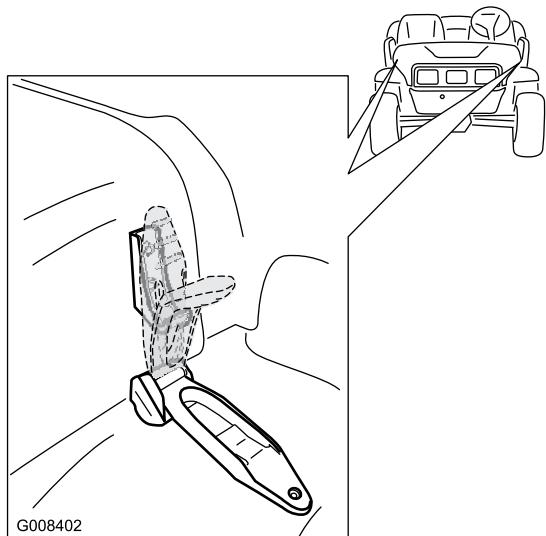

Рисунок 24
2. Закрепите капот, совместив резиновые защелки с фиксаторами защелок с каждой стороны капота (Рисунок 24).